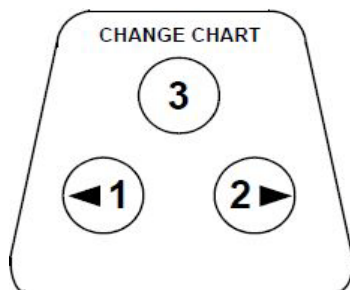

Figure 14. Boutons graphiques
2. Appuyez et maintenez le bouton de changement de papier graphique (n° 3 sur la *Figure 14*) pendant environ une seconde. Le stylet quitte l'échelle.
3. Comparez la température de l'enregistreur à la température de la solution. Si nécessaire, réglez l'enregistreur en appuyant sur les boutons graphiques de gauche et de droite (n° 1 et n° 2 sur la *Figure 14*) pendant environ 5 secondes.